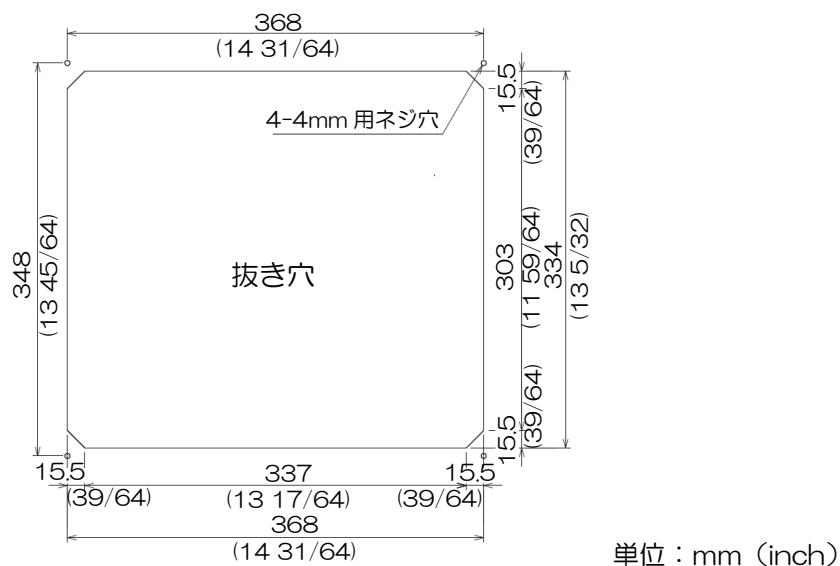

図 1.5 表示機のフラッシュマウント取付穴加工図
- (1) 設置場所に角穴をあけます。(図 1.5 参照)
- (2) 表示機前枠の四隅にあるプラスチック製のコーナーキャップを外します。(上に引き抜くと簡単に外れます)
- (3) 本体と角穴が合うか、ハメ合わせを確認します。不具合があれば角穴を修正します。
- (4) 電源用と送受波器用のコネクターを、それぞれ本体に接続します。
- (5) 表示機を設置する場所（角穴）にはめ込み、4mm のタッピングネジ（または M4 なべ小ネジ）4 本で固定します。(4mm ネジは取り付け部の厚さに応じたネジを手配してください。)
- (6) (2) 項で外したコーナーキャップを差し込みます。